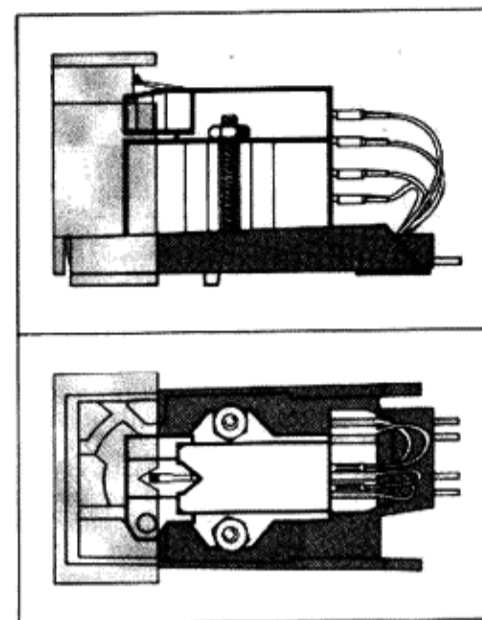

Fig. 15
1. Den Systemträger (6) können Sie vom Tonarm lösen, indem Sie den Tonarmgriff (4) nach hinten drücken. Halten Sie dabei den Systemträger fest, da er nach Öffnen der Verriegelung herunterfällt.
2. Befestigen Sie das Tonabnehmersystem unter Verwendung des dem Tonabnehmersystem beigefügten Zubehörs auf dem Systemträger. Zu beachten ist, daß sich die Abstastnadelspitze – von oben betrachtet – mit der V-förmigen Aussparung der Systemlehre deckt (Fig. 15).
1. Vous pouvez retirer le porte-cellule (6) du bras en repoussant la poignée (4) du bras vers l'arrière. Maintenez en même temps le porte-cellule qui tombe après ouverture du verrouillage.
2. Fixez la cellule sur le porte-cellule en utilisant les accessoires joints à la cellule. Vérifiez que la pointe de lecture - vue de haut - se superpose à l'encoche en forme de V du gabarit de la cellule (Fig. 15).
1. Detach the cartridge holder (6) from the tonearm by pressing the tonearm lift (4) backward, while holding the cartridge holder with your hand to prevent its falling down when the lock is released.
2. Using the hardware provided, mount the cartridge on the cartridge holder. Make sure that the V-shaped recess of the stylus tip - as seen from above - covers the cartridge gauge (Fig. 15).